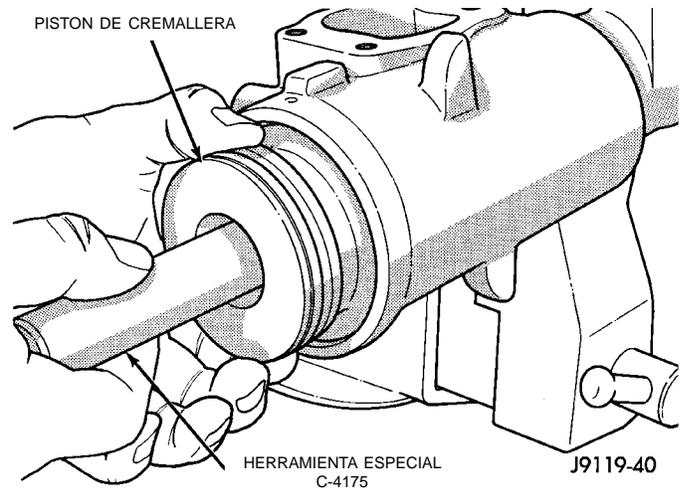
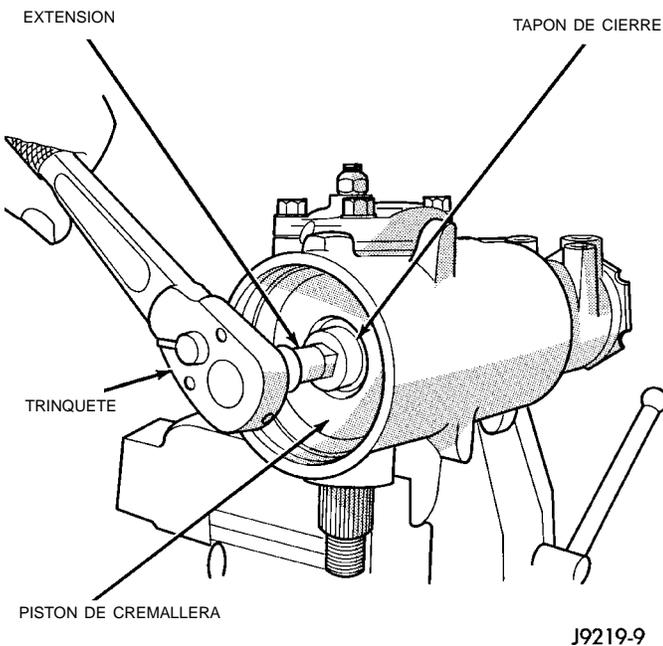

Fig. 21 Pistón de cremallera con prensa de ejes
Fig. 20 Tapón de cierre de pistón de cremallera
(1) Retire la cubierta lateral y el eje pitman.
(2) Retire el tapón de cierre de la caja.
(3) Retire el tapón del pistón de la cremallera (Fig. 20).
(4) Gire el eje corto HACIA LA IZQUIERDA, hasta que el pistón de cremallera comience a salir de la caja.
(5) Inserte la prensa para ejes C-4175 en el hueco del pistón de cremallera (Fig. 21) y sostenga la herramienta fuertemente contra el eje sinfín.
(6) Gire el eje corto HACIA LA IZQUIERDA, lo cual hará entrar el pistón de cremallera en la herra-